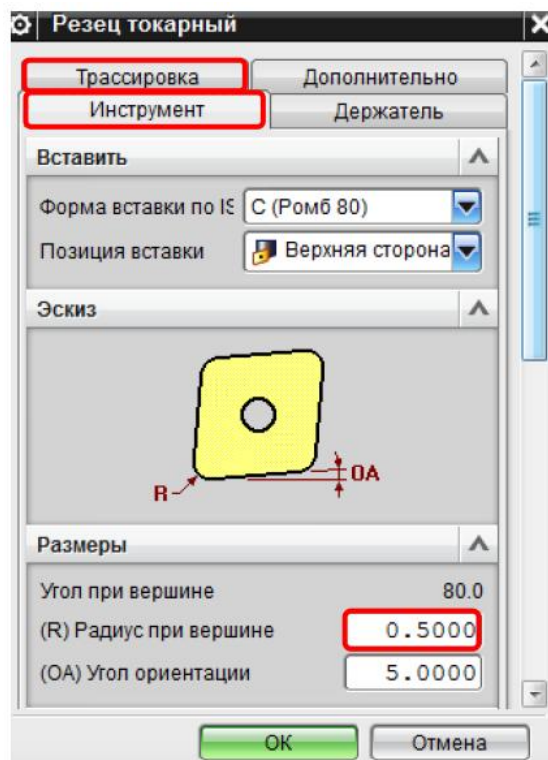

Рис. 8. Изменение параметра инструмента
В данной группе система уже создала необходимые объекты (рис.8) А именно **Инструментальный магазин TURRET** с семью **Ячейками STATION**. А также созданы упорные резцы OD\_80\_L и OD\_55\_L находящиеся в первой и третьей **Ячейке** соответственно. По умолчанию токарные резцы именуются по следующему алгоритму: *Вид резца* (упорный-OD, расточной-ID и т.д.)\_*Угол при вершине* (только для упорных и расточных)\_*Направление подачи* (левое или правое).
**Инструмент OD\_80\_L** будем использовать для черновой операции, поэтому изменим следующие параметры (рис. 8): во вкладке *Инструмент* зададим (R) *Радиус при вершине* равным 0,5 мм, во вкладке *Трассировка* в качестве *P номера* выберем P9 (в УП задаются координаты перемещений центра скругления при вершине резца). Аналогично изменим параметры у **Инструмента OD\_55\_L**: (R) *Радиус при вершине* – 0,3 мм, *P номер* – P9.